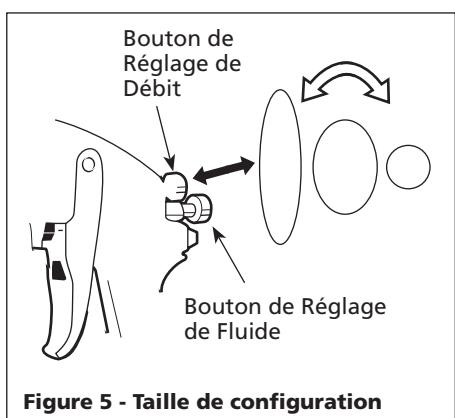

Figure 5 - Taille de configuration
2. Choisir la taille de configuration pour la forme désirée. Pour un plein débit, ouvrir le bouton de réglage de débit en tournant au sens contraire des aiguilles d'une montre. Pour un débit rond, tourner le bouton de réglage de débit au sens des aiguilles d'une montre (Voir Figure 5).
3. Tourner le bouton de réglage de fluide complètement au sens des aiguilles d'une montre jusqu'à ce qu'il soit fermé (Voir Figure 5).
5. Desserrer les écrous de presse-étoupe. Remplacer le presse-étoupe **SEULEMENT** si la fuite ne peut pas être étanchée en resserrant l'écrou. (Voir Figure 5). Ne pas trop serrer un écrou de presse-étoupe, ceci peut limiter le déplacement de l'aiguille.